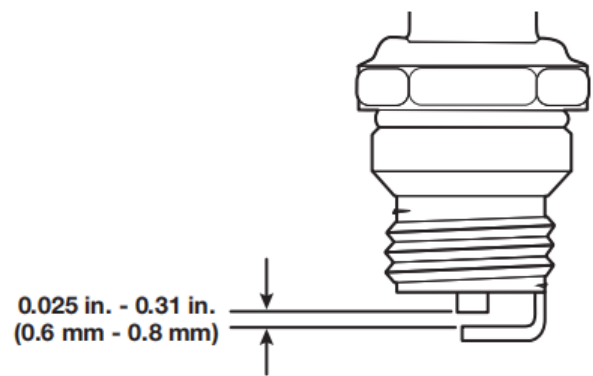

Fig. 15
- 5) Verwenden Sie eine Fühlerlehre, um den Luftspalt auf 0,025 - 0,31 Zoll (0,6 mm - 0,8 mm) einzustellen (Abb. 15).